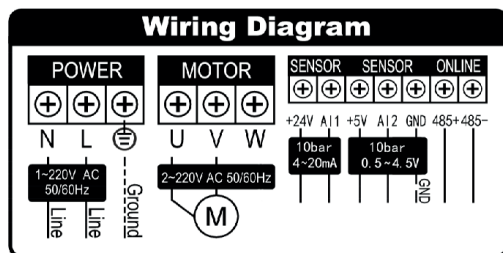

рисунок 1.1
3. Подключите кабель от блока управления к насосу согласно электрической схеме (рисунок 1.1). При подключении трёх-фазного насоса (рисунок 1.2) убедитесь в правильности направления вращения крыльчатки и соответственно ротора насоса. Если вращение происходит в обратном (неправильном) направлении, меняйте местами клеммы U→V, W→V или W→U до тех пор пока направление вращения не станет правильным или в настройках (стр. 11) поменяйте код F016